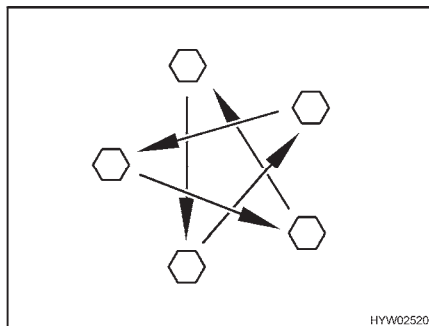

Bild 171 Dra åt hjulmuttrarna eller hjulbultarna korsvis
- Kontrollera regelbundet att hjulmuttrarna eller hjulbultarna är ordentligt åtdragna. Om du har bytt däck ska hjulmuttrarna eller hjulbultarna dras åt på nytt korsvis (Bild 171) efter 5 mils körning.